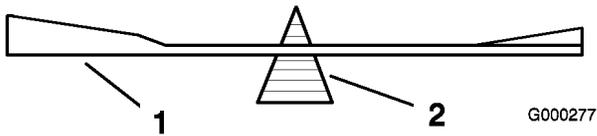
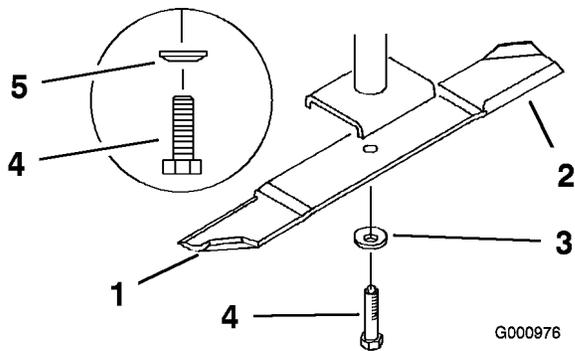

Figure 83
Figure 84
2. Retirez de l'axe le boulon, la rondelle élastique et la lame (Figure 84).
2. Vérifiez l'équilibre de la lame en la plaçant sur un équilibreur (Figure 83). Si la lame reste horizontale, elle est équilibrée et peut être utilisée. Si la lame est déséquilibrée, limez un peu l'extrémité de la partie incurvée seulement (Figure 84). Répétez la procédure jusqu'à ce que la lame soit équilibrée.
- Placez la lame sur l'axe (Figure 84).
- Installez la rondelle élastique et le boulon de la lame. Le cône de la rondelle élastique doit être dirigé vers la tête du boulon (Figure 84). Serrez le boulon à 115-150 Nm.